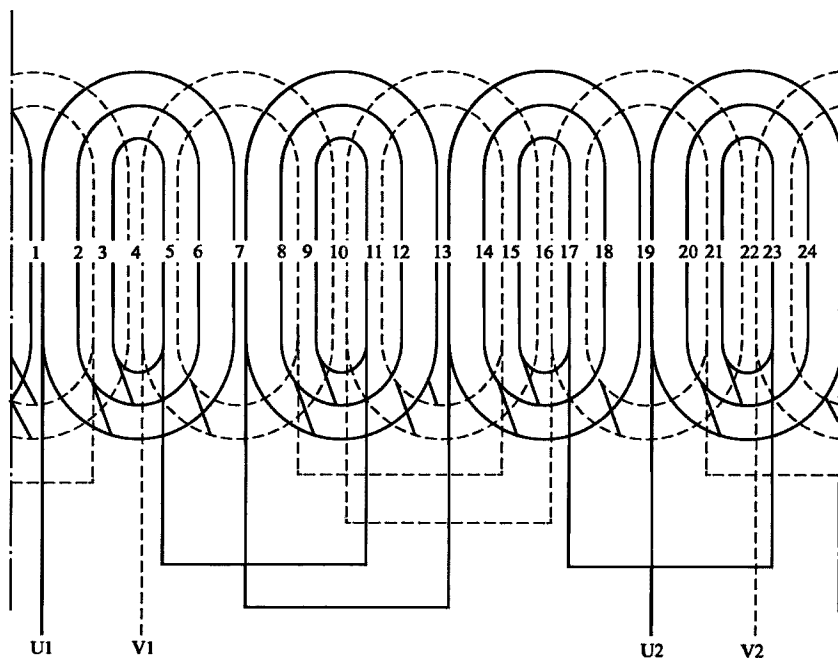

图 4-10 单相 4 极 24 槽正弦绕组 1 路接法展开图 (2)
10. 单相 4 极 24 槽正弦绕组 1 路接法展开图 (2) (见图 4-10)